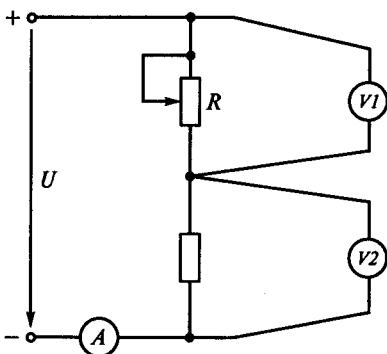

Рис. 16
**1.30.** Как изменятся показания приборов  $V1$ ,  $V2$ ,  $A$  (рис. 16) при перемещении движка реостата  $R$  вниз?